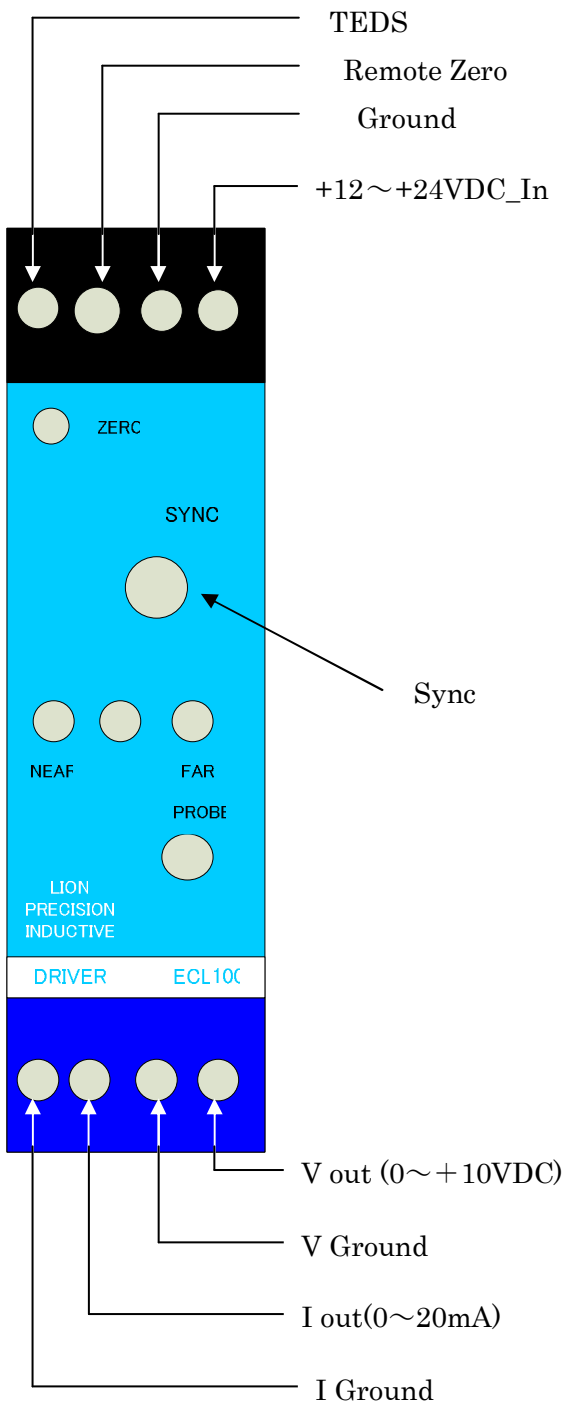

図1. ドライバの接続端子
- 2) 駆動用 DC 電圧、出力電圧用ケーブルを接続します。(図 1 参照)